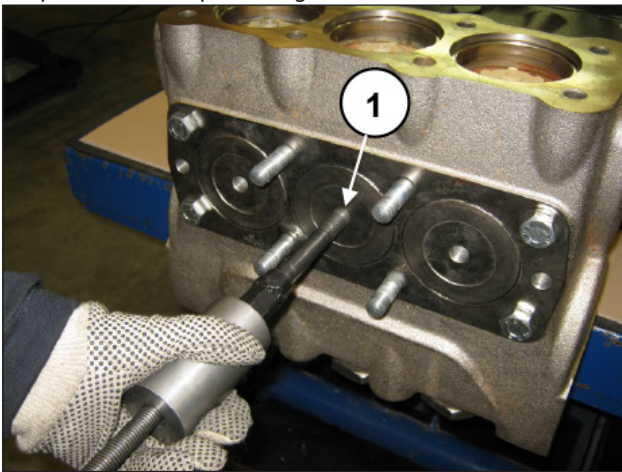

Fig. 91
C) Extraer los tapones anteriores utilizando un extractor de percusión M16 (pos. ①, Fig. 91).